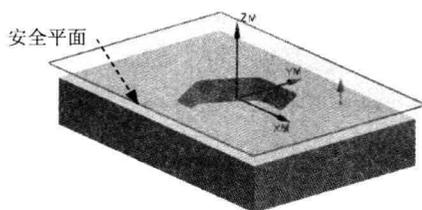

图 1.4.9 安全平面
Step3. 单击“平面”对话框中的 **确定** 按钮，完成图 1.4.9 所示的安全平面的创建。